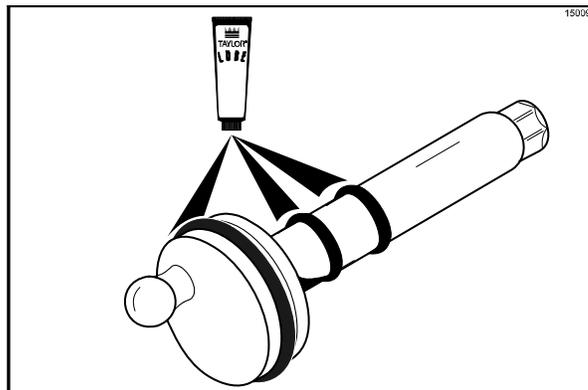

図155
13. ポンプドライブシャフトの各溝に、黒い大きいリングと小さいリング2個をはめめます。リングとシャフトにたっぷりとループを塗布します。シャフトの六角の先端部には、ループを塗らないでください。(図155を参照)。